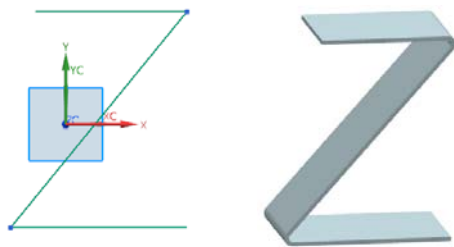

图 3-23 基部轮廓弯边示意图
(1) 基座：可以使用基部轮廓弯边命令创建新零件的基本特征，在创建轮廓弯边时，如果没有将折弯位置绘制为圆弧，系统将在折弯位置自动添加圆弧，如图 3-23 所示。